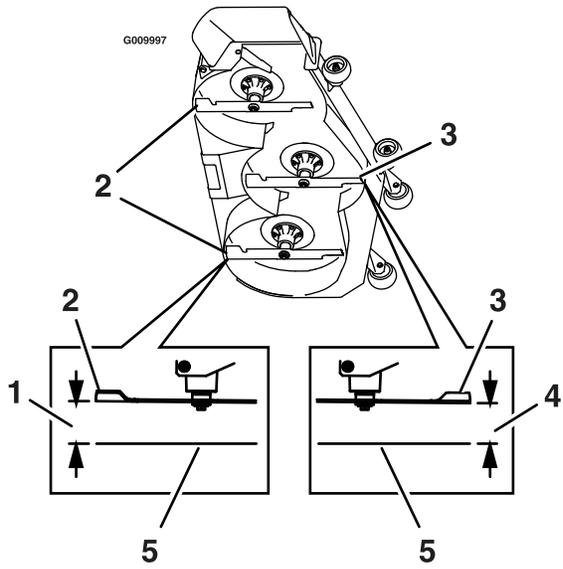

Figura 76
7. Misurate da una superficie pianeggiante alla punta anteriore della lama centrale (Figura 76).